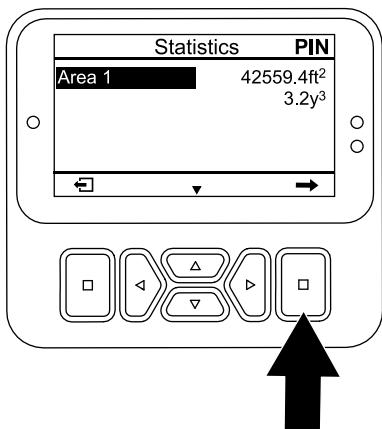

図 98
1. 統計画面で、領域 1オプションが選択されるまで下ボタンを押す (図 98)。